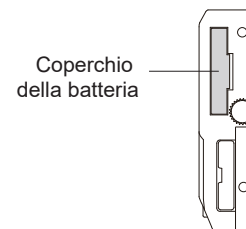

fig.1
---Rimuovere il coperchio del vano batteria (fig.1)